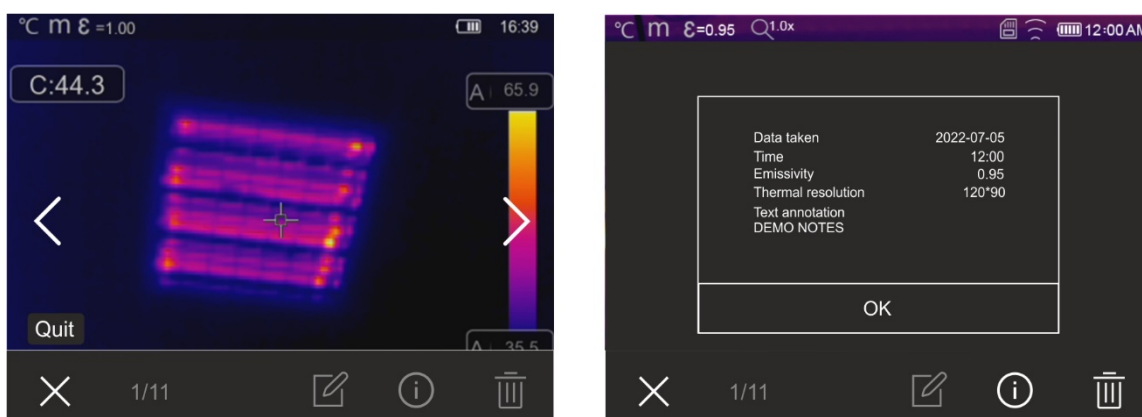

Fig. 49: Rappel des images enregistrées sur l'écran
- Touchez l'icône  pour entrer dans la galerie d'images et de vidéos enregistrées dans la mémoire de l'instrument ou sur la carte micro SD. La page-écran de la Fig. 49 - partie gauche suivante est affichée à l'écran
3. Touchez l'icône «  » pour ouvrir la section contenant des informations sur l'image enregistrée. La page-écran de la Fig. 49 – partie droite s'affiche à l'écran